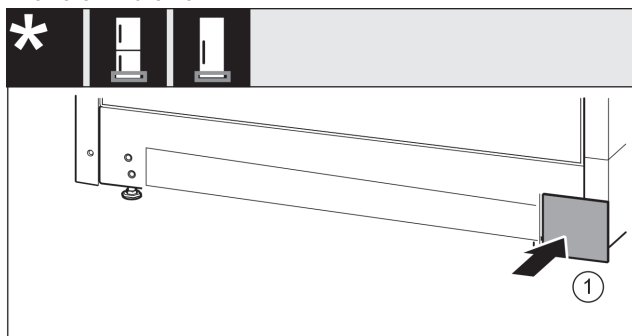

Fig. 45
- Riapplicare la copertura Fig. 45 (1) sull'altro lato.